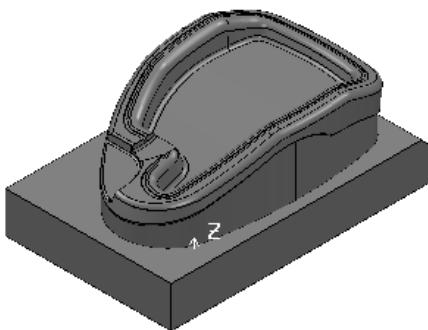

图 2-220 打开范例文件
2) 选择下拉菜单中的“文件”→“打开项目”命令，弹出“打开项目”对话框，选择“exercise31”（“随书光盘：\第 2 章\exercise31\uncompleted\exercise31”）目录，如图 2-220 所示。